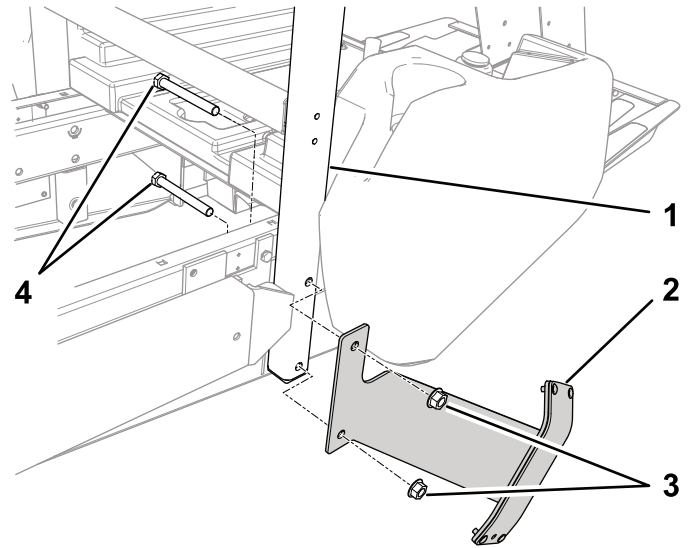

Bild 18
2. Befestigen Sie den Füllkastenanschlag mit zwei Schrauben (1/2" x 4-1/2") und Sicherungsmuttern (1/2") an der Außenseite des Überrollschutzhorns, wie in Bild 18 abgebildet.
1. Entfernen Sie die zwei Schrauben und Muttern, mit denen das Überrollschutzhorn an der rechten Seite der Maschine befestigt ist (Bild 18).